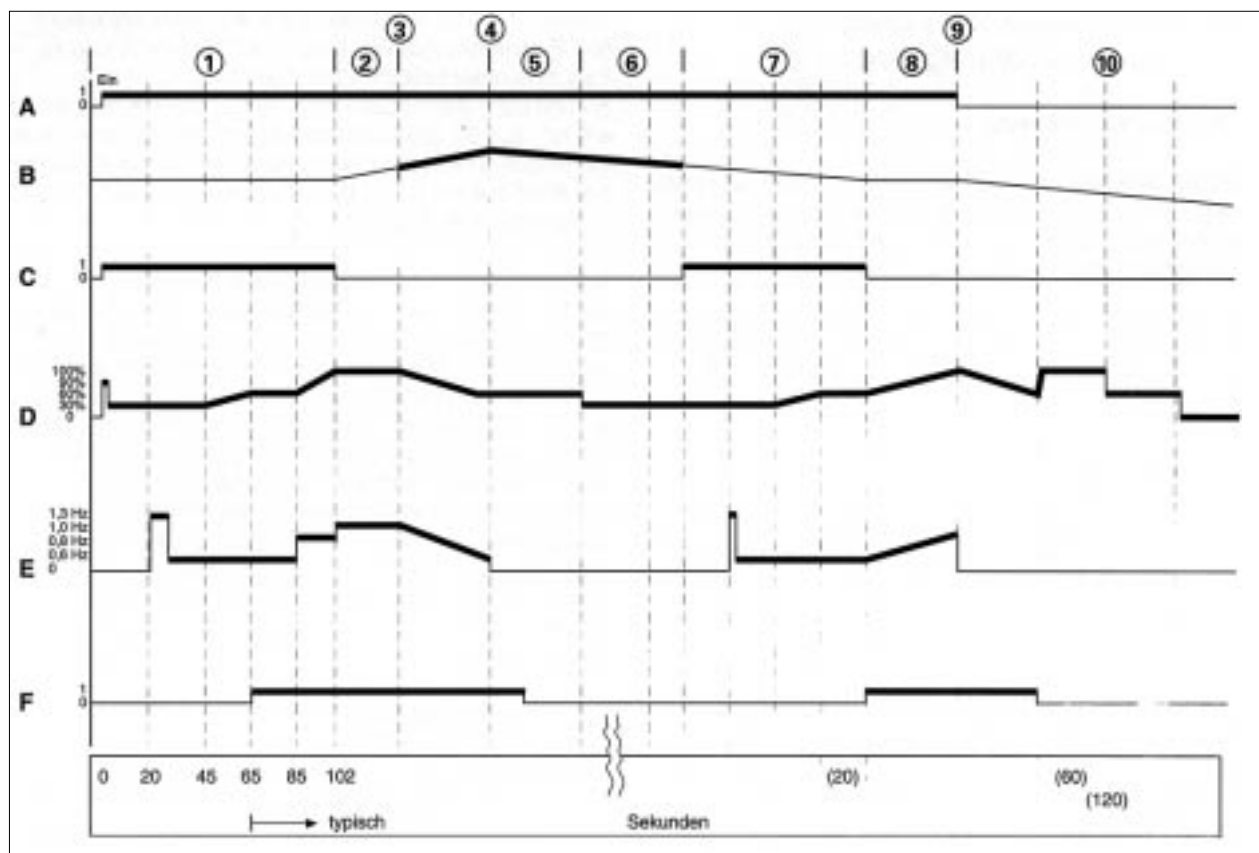

Рис. 301 Диаграмма работы отопителя
3.1 Описание работы отопителя Air Top 2000 без диагностики (рис. 301)